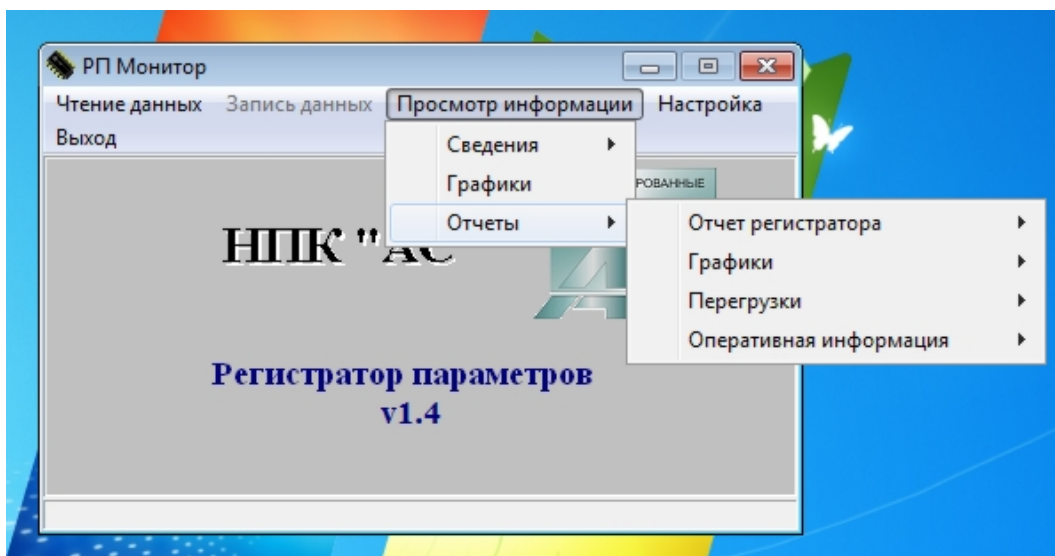

Рис.23
6.4.6. Раздел "Отчеты", Рис. 23, позволяет вывести на печать: